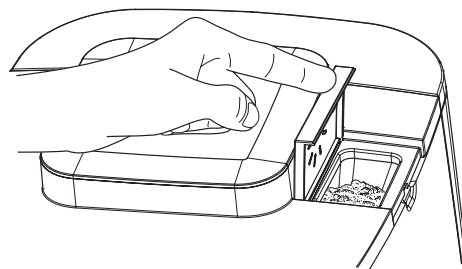

bild 7: Lägg malet kaffe i pulverbehållaren
4. Öppna pulverbekållaren och tillsätt den önskade mängden malet kaffe (bild 7).